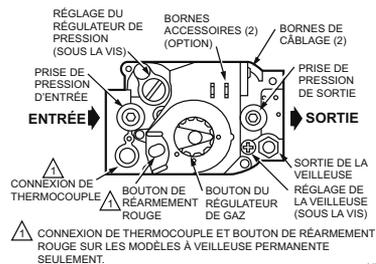

Fig. 1. Vue du dessus de l'appareil de contrôle du gaz de la combinaison VR8200.
2. Retirez la vis d'assemblage du régulateur et la vis de réglage du régulateur de pression. Consultez la Fig. 1.
1. Retirez la vis d'assemblage de réglage de la veilleuse. Consultez la Fig. 1.
2. Retirez le bouchon de prise de pression de sortie de l'appareil de contrôle du gaz et branchez l'indicateur de pression. Consultez la Fig. 1.